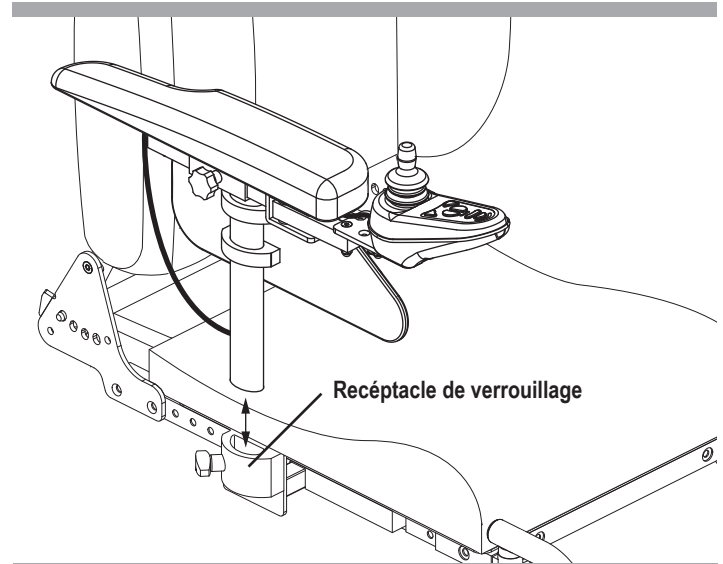

Figure 13. Installation/enlèvement d'accoudoir
1. Placez l'accoudoir dans le réceptacle de verrouillage. **Voir la figure 13.**